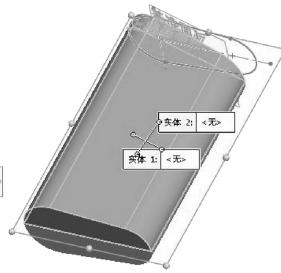

图 3-59 分割拉伸特征
- 09 选择上视基准平面作为剪裁工具，激活【所产生实体】选项区，然后选择拉伸特征作为剪裁对象，单击【确定】按钮，完成分割，如图 3-59 所示。